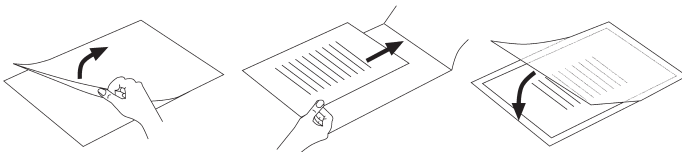

Abb. 2
- ▶ Beachten Sie, dass Sie lediglich eine Folie zum Laminieren verwenden. Klappen Sie diese vorher auf, wie in Abb. 2 dargestellt.
- ▶ Beachten Sie, dass Sie lediglich eine Folie zum Laminieren verwenden. Klappen Sie diese vorher auf, wie in Abb. 2 dargestellt (siehe S. 8).